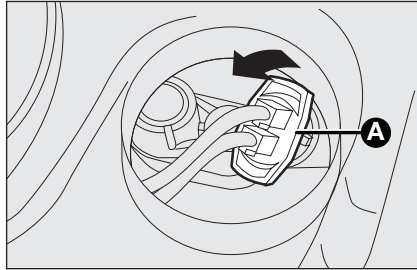

Abb. 18
- ☐ Die Glühlampenhalterung **A-Abb. 18** im Uhrzeigersinn drehen und abnehmen.